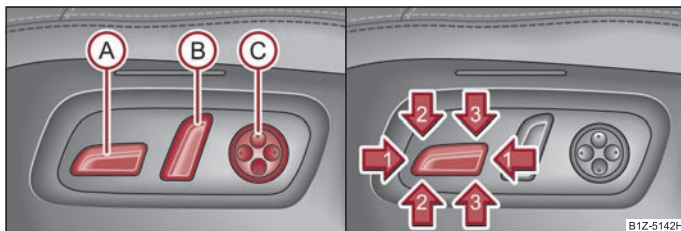

Abb. 56 Seitenansicht: Bedienelemente zum Sitz einstellen / Sitzeinstellschalter
- Drücken Sie den Schalter (A) ⇒ Abb. 56 nach vorn bzw. nach hinten (1).